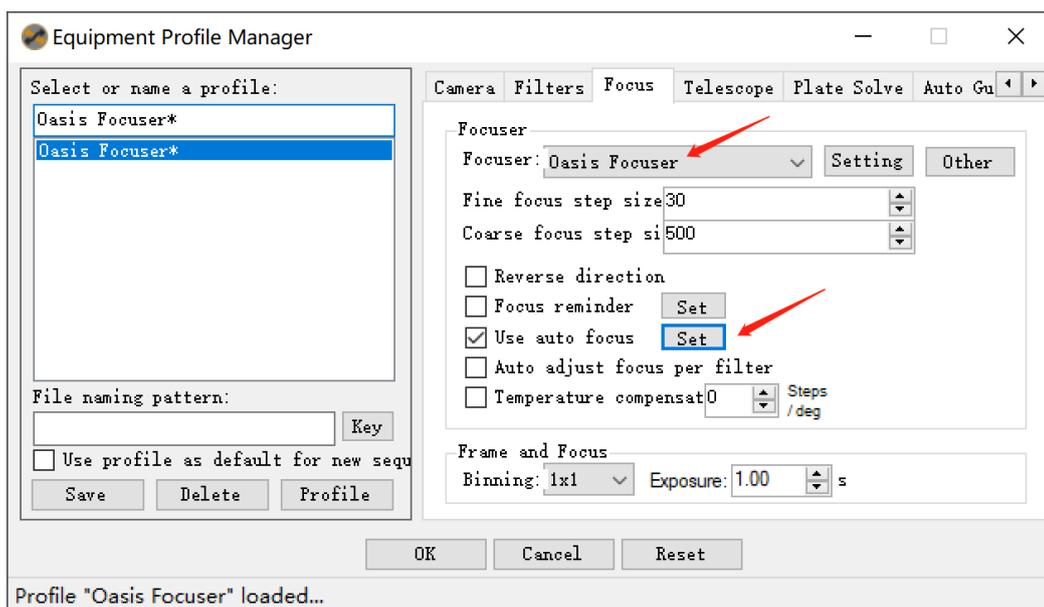

图 9-1
- 3、点击菜单“Tools->Equipment Profile Manager”调出 Equipment Profile Manager 对话框，在对话框中选择您希望编辑的 Profile，然后选择“Focus” Tab 页，在该 Tab 页“Focuser:”下拉选择框中选择“Oasis Focuser”，并勾选“Use auto focus”，如图 9-1 所示。